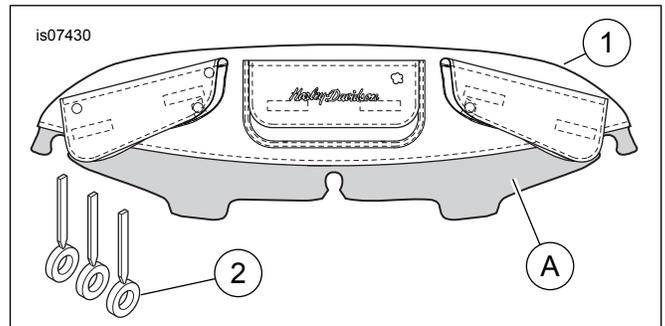

Figura 2. Piezas de servicio, bolsa con varias bolsas para el fuselaje
Vea Figura 2 y Tabla 1.
2. Afloje, pero **no extraiga**, los cuatro tornillos (2) que sujetan el fuselaje exterior al fuselaje interior.
3. Vea Figura 2. Deslice la porción inferior (A, se muestra sombreada) de la bolsa del fuselaje (1) entre el fuselaje interior y el parabrisas.